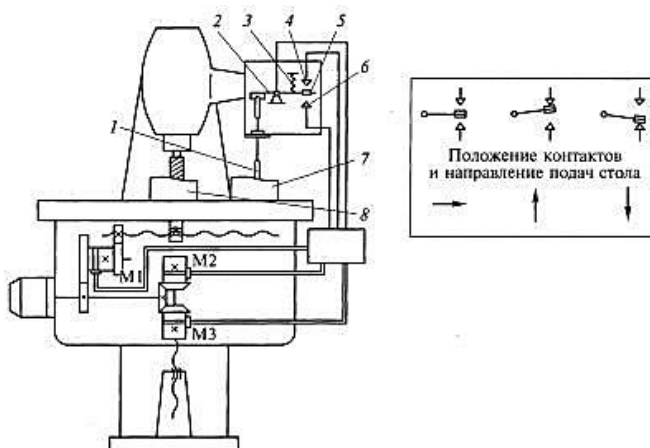

Рисунок 2- Схема электрокопировального станка с прерывистой следящей системой: 1, 3 — шуп; 2 — рычаг; 4, 5, 6 — контакты; 7 — копир, 8 - обрабатываемая деталь.
2. Проанализировать входящие в состав устройства (рис.2) элементы и опишите принцип работы устройства